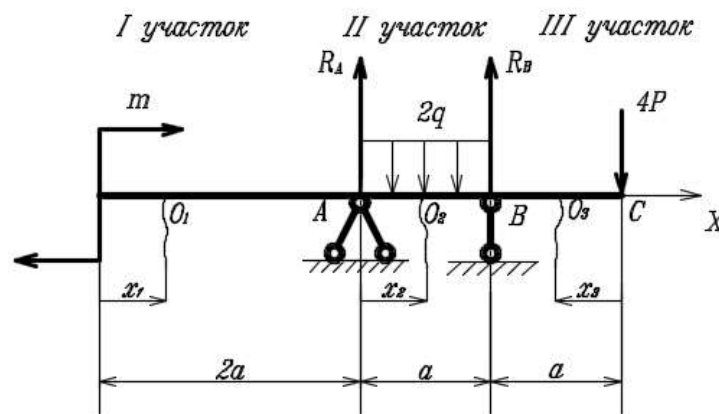

Рис. 2- Расчетная схема нагружения бруса. Эпюры ВСФ.
2. Построить эпюру внутренних силовых факторов (ВСФ) (рис.2)